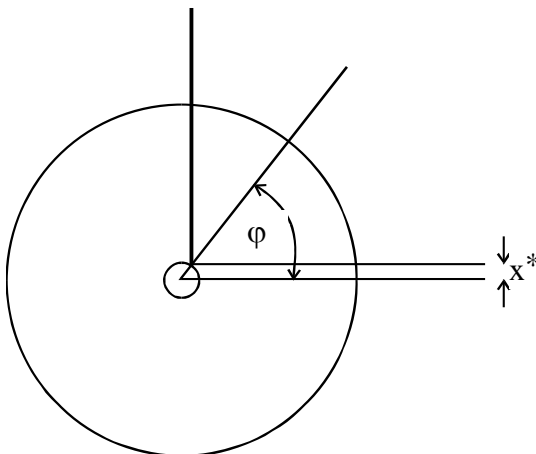

Fig.: 2
Das Rad fällt, bis die Fäden abgewickelt sind. In der letzten Viertelumdrehung bevor das Rad seine tiefste Lage erreicht hat, greift der Faden nicht mehr tangential an der Achse an, und statt (4) erhält man als Zwangsbedingung (Fig.2):